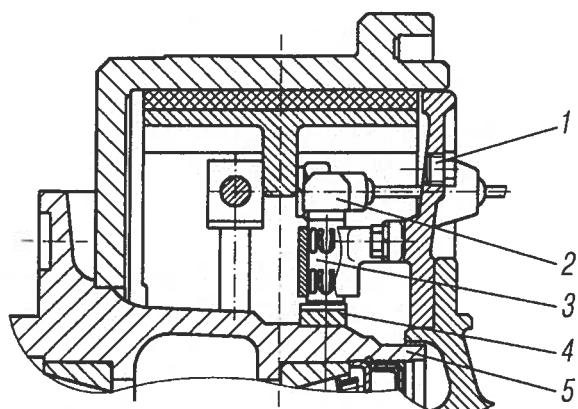

Рис. 142. Механизм тормозной колесный:
**Колесный тормозной механизм.** Тормозные механизмы передних и задних колес имеют индуктивные датчики 2 (рис. 142). Вращение колеса контролируется при помощи импульсного зубчатого кольца 4, движущегося совместно со ступицей. Кольцо напрессовано на ступицу 5. Перед установкой тормозного барабана необходимо утопить (от центра) индуктивный датчик 2 для исключения его повреждения.